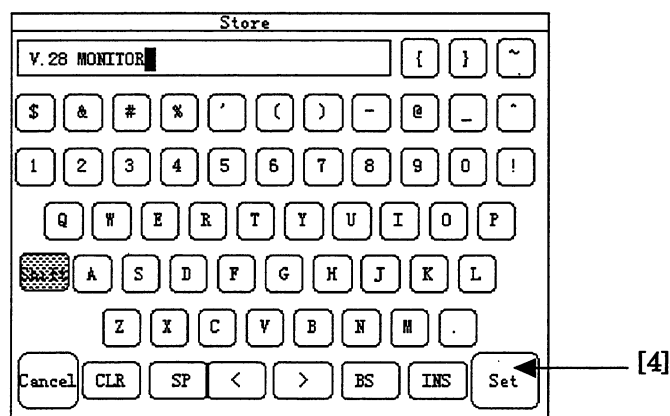

図 6.3-3 文字入力ウインドウ
4. ファイル名設定のための文字入力ウインドウが開きます。登録名を入力し, "Set"ボタン(図 6.3-3,[4])を押します。